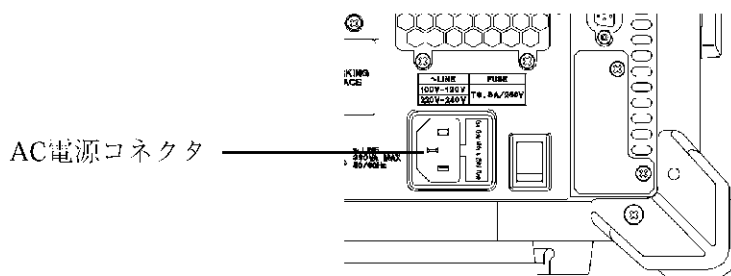

図 3-8 電源ケーブルの接続
2. 本器背面パネルの AC 電源コネクタと、保護接地端子を備えた 3 極電源コンセントを付属の電源ケーブルで接続します (図 3-8 を参照)。